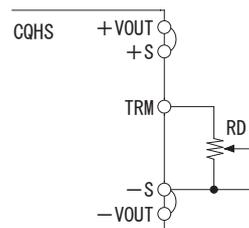

図3.5 出力電圧を低く設定する場合
- 図3.5のように接続することで、出力電圧を低く設定することができます。外付け抵抗RDは、次の式によって計算できます。